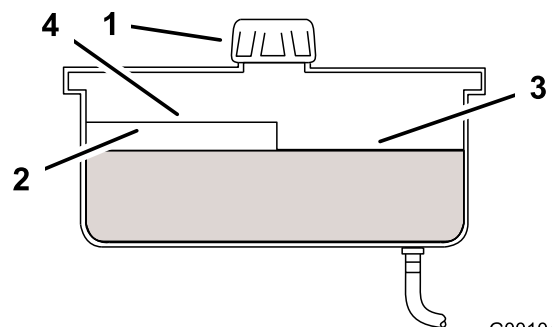

Figura 53
2. Limpie alrededor del cuello de llenado del depósito de aceite hidráulico (Figura 53).
3. Retire el tapón del cuello de llenado. Mire dentro para ver si hay aceite en el depósito (Figura 53).
Nota: El nivel de aceite debe llegar a la parte superior del nivel caliente del tabique cuando el aceite está caliente (Figura 53).